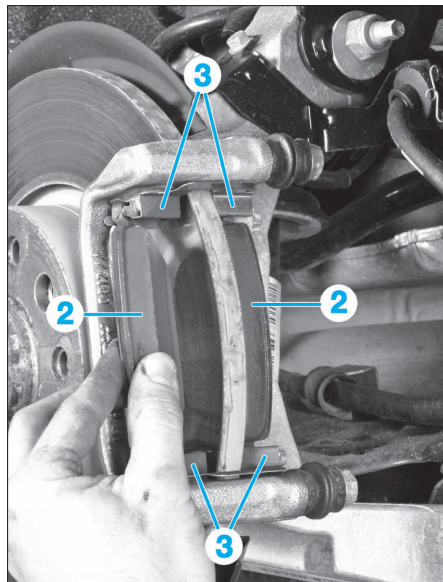

FIG. 10
- Déposer les plaquettes de frein (2) (Fig.10).